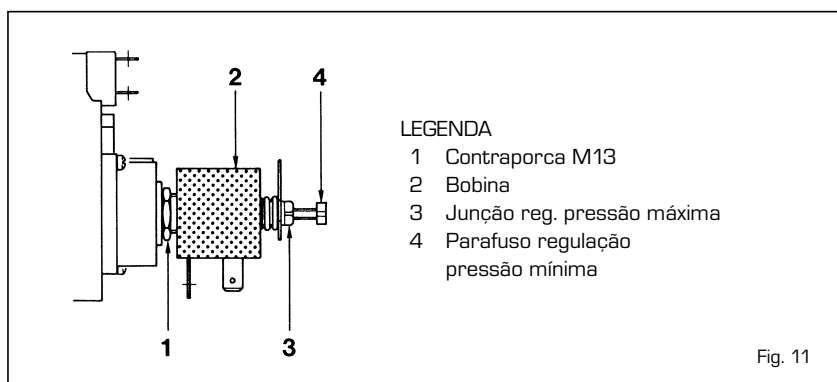

Fig. 11
Para ajustar a pressão máxima, seguir as indicações (fig. 11):
Para ajustar a pressão mínima procede-se da maneira a seguir (fig. 11):
- Controlar a regulação do parafuso de pressão mínima [4 fig. 11], do grupo da bobina.